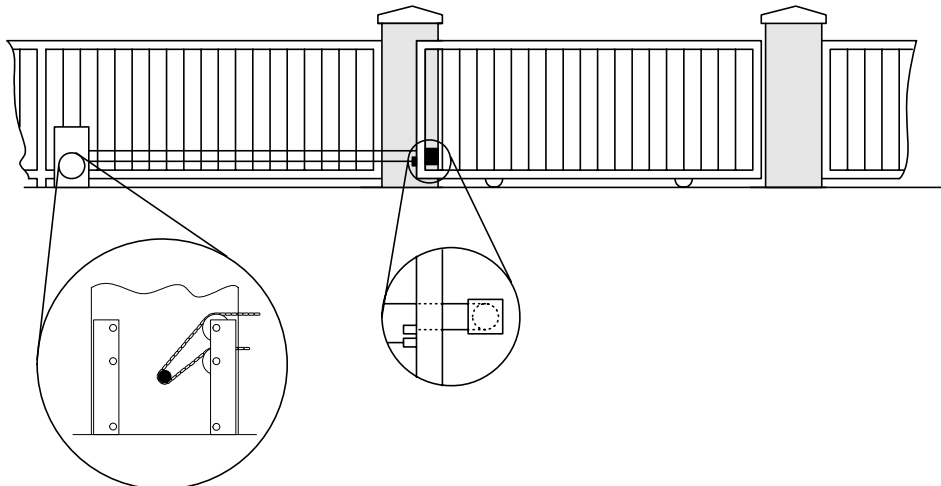

Figura 18
3. Encamine la cadena a través del operador de puerta: por encima de la guía de cadena y alrededor de la rueda dentada (Figura 18), y alrededor de la ensambladura de la rueda guía.